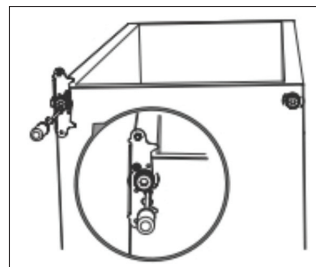

Рис. 5
6. Установите нижнюю петлю на левой стороне морозильника, зафиксировав ее болтами. Вкрутите регулируемые ножки (рис. 5).